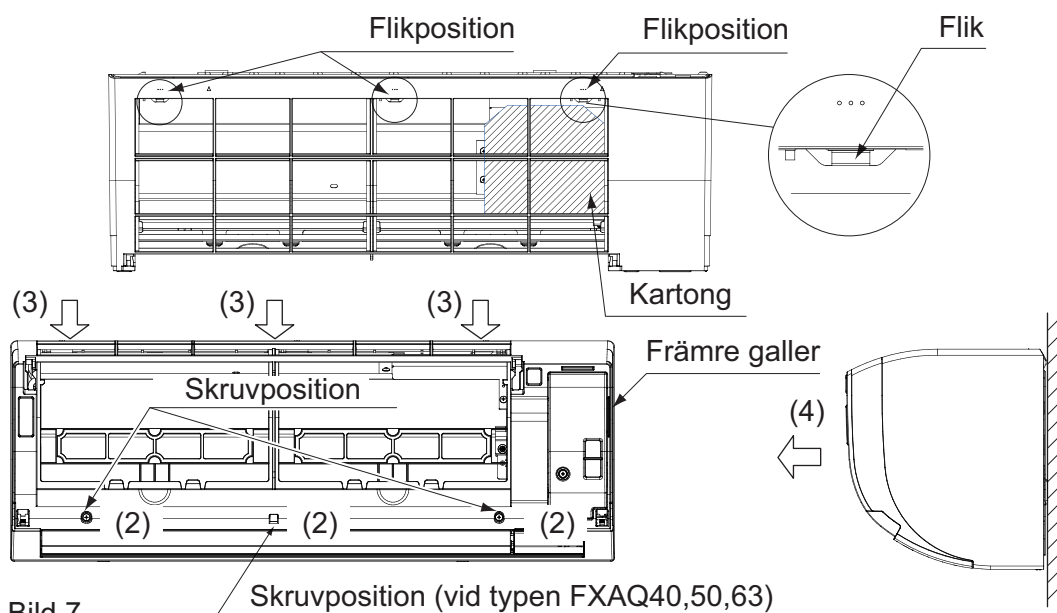
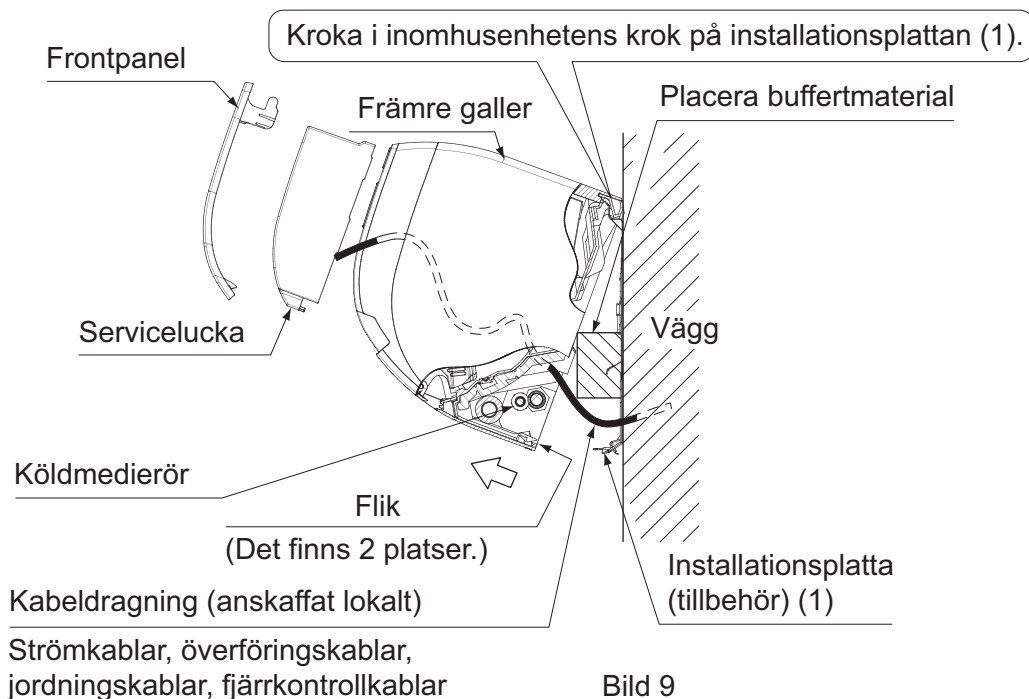

Bild 7
Bild 9
- Ta bort frontgallret. (Se bild 7)
(6) Kroka i inomhusenheten på installationsplattan. (Se bild 9)
(9) Tryck på inomhusenhetens under kanter med båda händerna och kroka på fliken på inomhusenhetens baksida på installationsplattan (1). (Se bild 9)
- Ta nu bort det buffertmaterial som du placerade ut i steg (6).